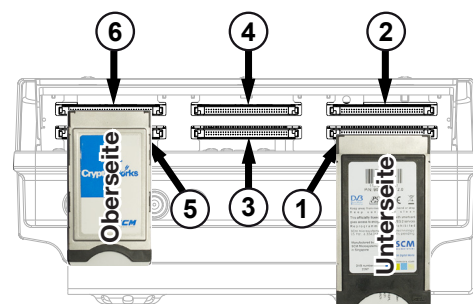

Abb. 5: CA-Module in CI-Schächte einsetzen
- Setzen Sie die CA-Module (CAM) in die Schächte ②/④/⑥ mit der **Oberseite** nach oben ein, in die Schächte ①/③/⑤ mit der **Unterseite** nach oben (Abb. 5). Beachten Sie auch die dem CAM beigelegten Informationen.
2. Setzen Sie die CA-Module gemäß dem Beispiel in Abb. 5 ein.